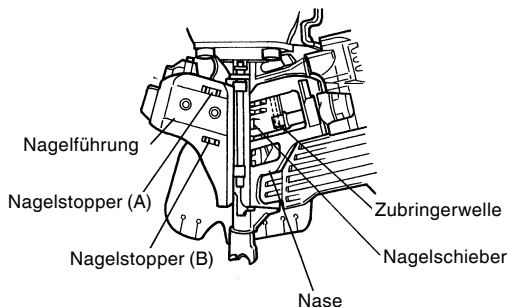

Abb. 22
- (2) Öffnen Sie die Nagelführung und entfernen Sie Staub usw., wie in Abb. 22 gezeigt. Tragen Sie Schmiermittel auf die Gleitnut von Zubringer und Zubringerwelle auf. Schieben Sie Nagelstopper (A) und Nagelstopper (B) mit dem Finger, um glattes Gleiten zu überprüfen.